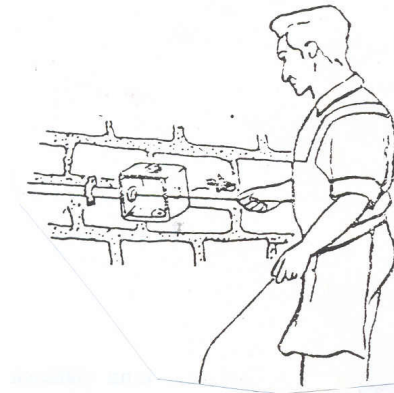
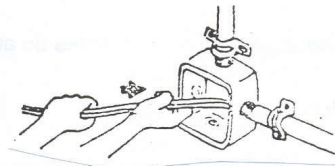

Fig. 52
Fig. 53
- a) Puxe o fio pescador suavemente (fig. 52) à medida que o ajudante (fig. 53) for guiando os condutores, até que estes apareçam na boca de saída.